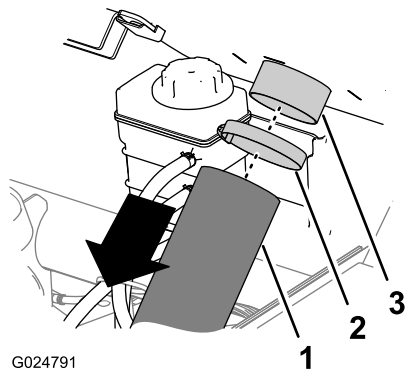

Figura 10
1. Togliete la fascetta stringitubo che fissa la condotta di raffreddamento del CVT alla flangia dell'ingresso del CVT nella parte posteriore del pannello ROPS lato passeggero (Figura 10).
2. Togliete la condotta di raffreddamento del CVT dalla flangia dell'ingresso del CVT (Figura 10).